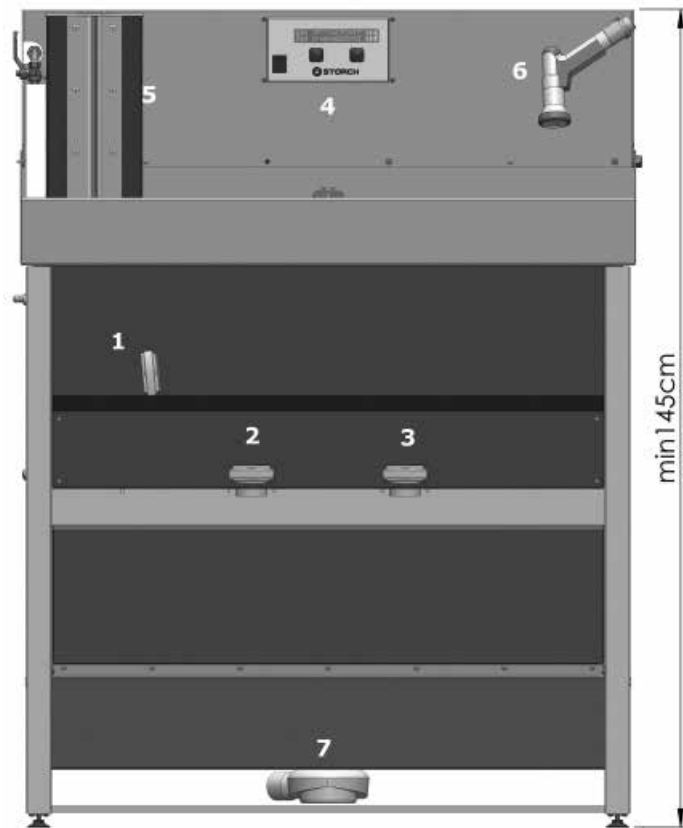

Abb. 1
Nach der Gerätepositionierung wird der mitgelieferte Abfluss (7) Abb. 1, 2 an die bauseitig vorhandene Abflussleitung angeschlossen. Höhe des bauseitigen Abflusses max. 100 mm
- Reinigen der Werkzeuge / Gebinde mit der mitgelieferten Handbrause (6) Abb. 1
- Reinigen der Walzen im TurboWash (TurboWash optional = Zubehör) (5) Abb. 1, 2, 5, 6
- Schalten Sie die Anlage am Ein/Aus-Schalter der Steuerung ein (4) Abb. 1
Dieses kann bei zu niedrigem Wasserstand im Reaktionsbecken vorkommen. Dabei wird während des Flockverfahrens Luft untergemischt, die für den Auftrieb der Flocken sorgen. In dieser Situation öffnen Sie nach dem Ausflocken nicht den Klarwasserabzug (1) Abb.1, sondern direkt den Ablauf (2) Abb.1 oder (3) Abb.1, je nach dem welcher von der Steuerung angezeigt wird.